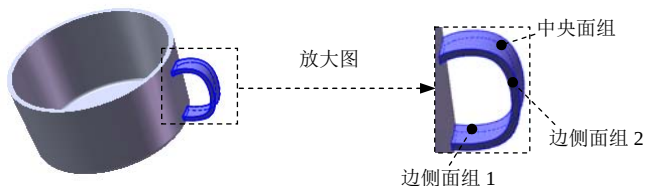

图 3.29.12 圆角 2
Step10. 创建图 3.29.12 所示的零件特征——圆角 2。选择下拉菜单 **插入(I)** **特征(F)** **圆角(R)...** 命令；在“圆角”对话框的 **圆角类型(Y)** 选项组中单击 选项；选取图 3.29.12 所示的模型表面作为边侧面组 1，在“圆角”对话框的 **圆角项目(I)** 区域单击以激活“中央面组”文本框，然后选取图 3.29.12 所示的模型表面作为中央面组，单击以激活“边侧面组 2”文本框，然后选取图 3.29.12 所示的模型表面作为边侧面组 2；单击“圆角”对话框中的 按钮，完成圆角 2 的创建。